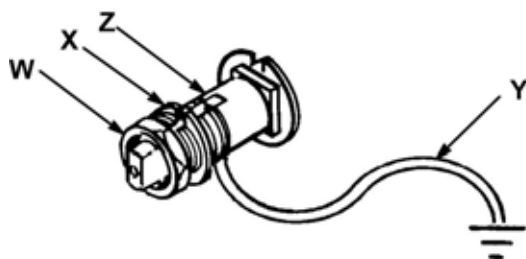

FIG. 2
Pump: Lossa låsmuttern på jordskruven (W) och låsbrickan (X) Stick i ena änden på en jordledning (Y) med minst 1,5 mm² (12 ga) i spåret på skruven och dra åt muttern ordentligt. Se bild 2. Anslut kabelns andra ände till jord.